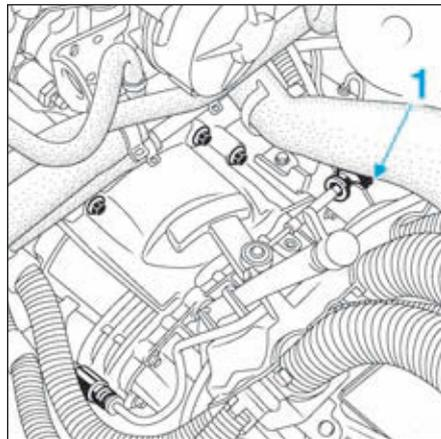

FIG.2
- Appuyer sur la bague (1) pour débloquer les câbles de commandes de vitesses (Fig.2).